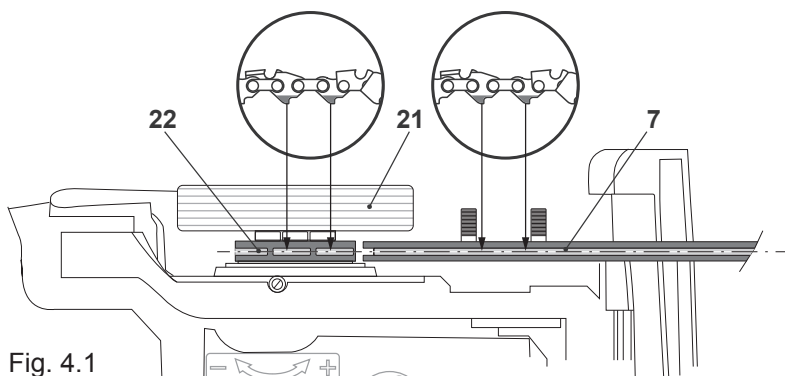

Fig. 4.1
- > Vérifiez que la chaîne est correctement insérée dans les rainures du pignon (22), en ligne avec le guide de chaîne [7] [fig. 4.1]